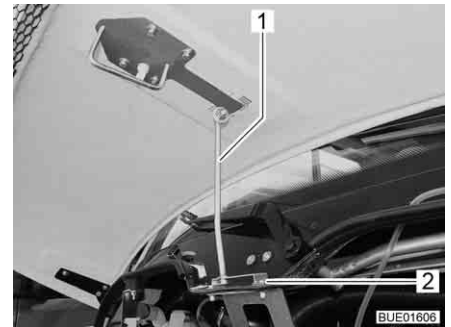

Bild 41 Stöd motorhuv (Viseo)
- Fäll ut stöd (Bild 41,1) och häng upp i fästet (Bild 41,2).